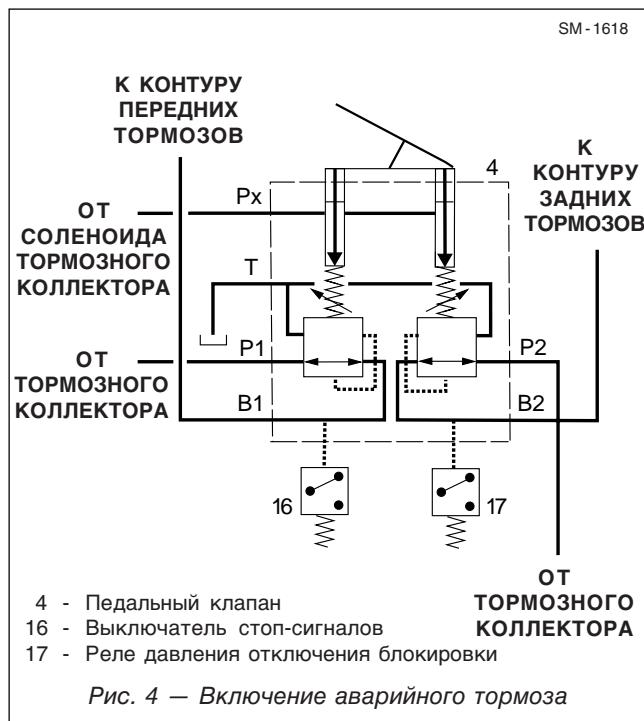

Рис. 4 — Включение аварийного тормоза
См. рис. 4. Нажатие переключателя аварийного тормоза обесточивает соленоидный клапан тормозного коллектора. Это позволяет подать максимальное давление на порт «Px» педального клапана, имитируя полное и мгновенное нажатие на педаль (50), т.е. толкая вниз регулировочные золотники (8) и тем самым обеспечивая максимальное торможение.